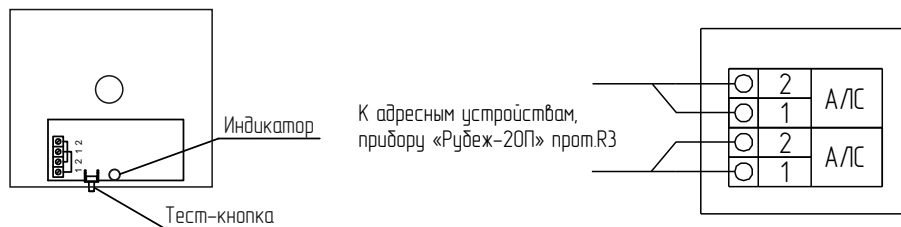

Рисунок 2
- 6.9 Подключить провода АЛС к клеммной колодке (Рисунок 2). УДП подключается к прибору при помощи двухпроводной АЛС с номинальным сечением проводов от 0,35 до 1,5 мм².